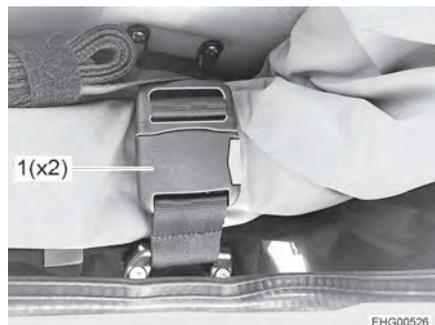

Fig. 55 Fibbia
- Aprire le due fibbie (Fig. 55,1).